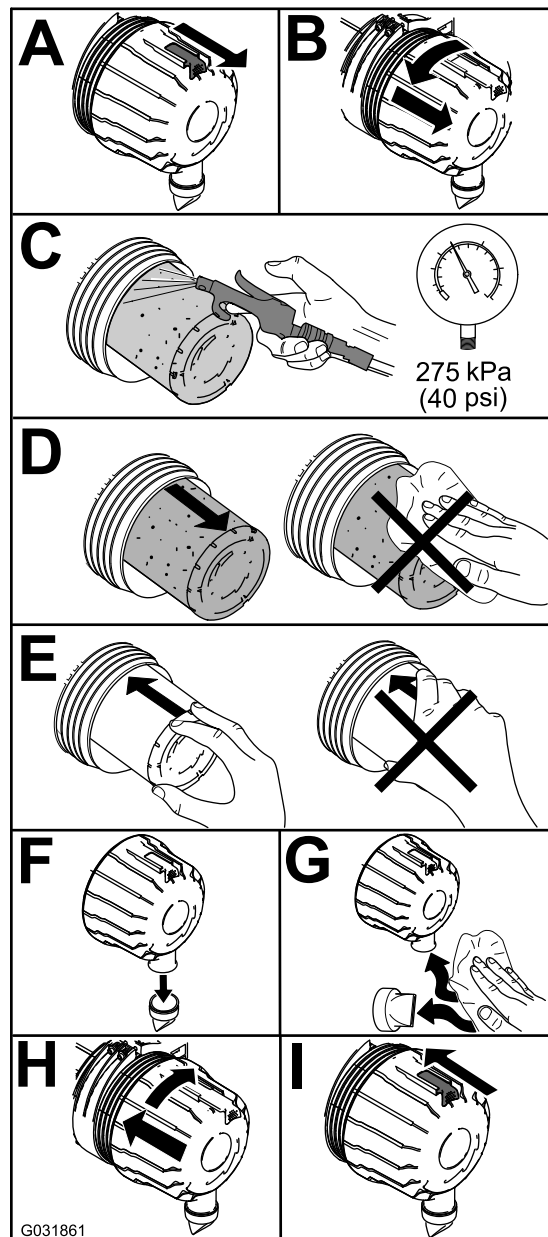

Figura 55
1. Cambie el limpiador de aire (Figura 55).